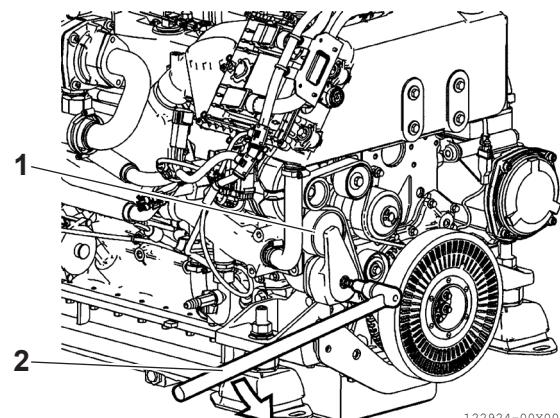

Figure 18
- En même temps, assurez-vous que le dispositif de tension (Figure 18, (1)) fonctionne correctement, en procédant comme indiqué sur la figure.